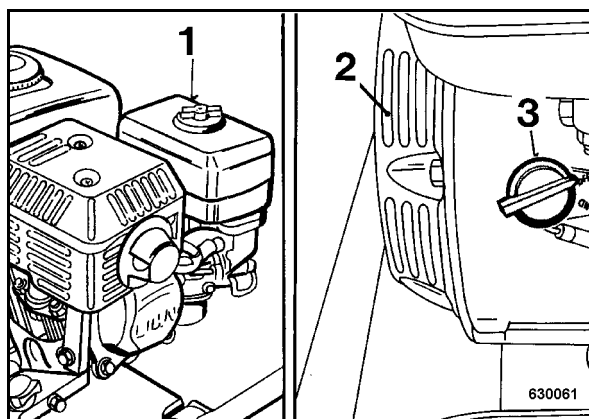

рис. 31
Не направлять струю воды непосредственно в воздушный фильтр / карбюратор (1) (рис. 31), стартер / устройство засасывания воздуха (2) и выключатель зажигания (3).